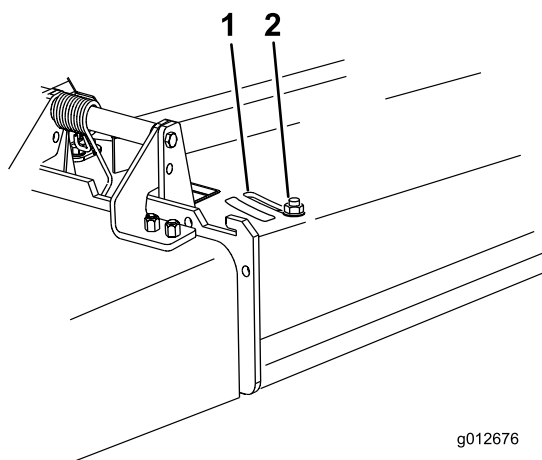

Figura 13
3. Afloje la contratuerca (Figura 13).